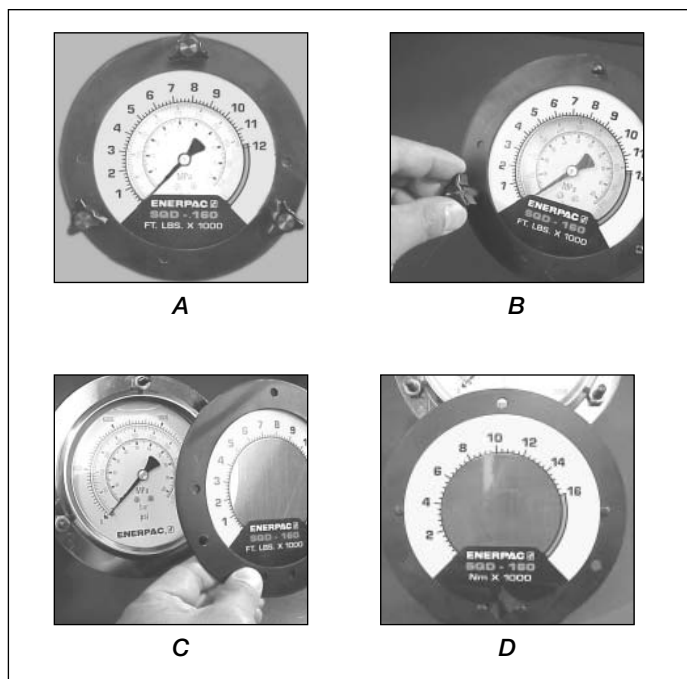

図10 オーバーレイの取り付け
ポンプには、圧力計が付属されています。また、トルク値表示オーバーレイも各ポンプに付属しています。トルクオーバーレイを圧力計の目盛面にかぶせるだけで、圧力読み取りとトルク読み取りを簡単に切り替えることができます(図10のA参照)。オーバーレイの一方の面はヤードポンド単位(Ft.-lbs)、片方の面はメートル単位(Nm)を表示するようになっています。オーバーレイカバーを裏返して、目盛の単位を変更できます。
1. 圧力計の正面フランジを所定の位置に保持している3つの黒いウィングノブを外します(図10のB参照)。
2. 正面フランジとオーバーレイを取り外します(図10のC参照)。
3. 新しいオーバーレイをフランジにかぶせます(ご使用のEnerpacトルクレンチに適したオーバーレイが必ず確認してください)。オーバーレイをフランジの裏にあるくぼみに合わせます(図10のD参照)。
4. オーバーレイとフランジを重ねて持ちながら(図10のC参照)、フランジをノブスタッドに入れます。必要に応じて、オーバーレイの位置を調整して、ノブを指で締めます(図10のB参照)。フランジとオーバーレイが圧力計に押し付けられ、定位置に固定されます。トルク設定に必要な圧力値については、トルクレンチの説明書を参照してください。最大圧力値はレンチやアクセサリの種類によって異なりますので、ご注意ください。